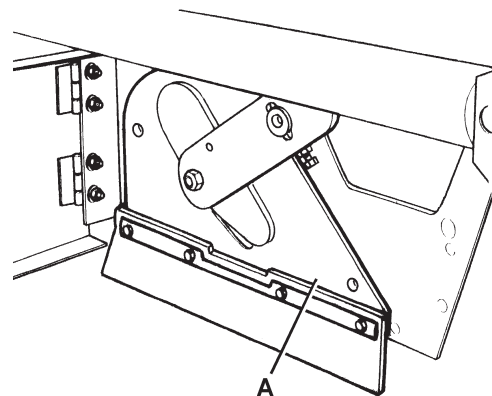
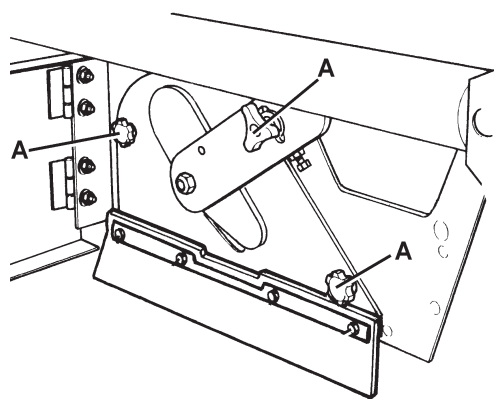

Figure 6
Figure 5
1. Amener la machine sur un sol plat et activer le frein de stationnement au moyen de la pédale (75) et du levier (68).
2. Tourner la clé de contact (69) sur "0", puis l'enlever.
3. Dégager le dispositif de retenue (8) et ouvrir le portillon droit (7).
4. Dévisser et enlever les pommeaux (A, Fig. 5).
5. Enlever le couvercle (A, Fig. 6) du logement du balai central.
10. Installer le couvercle (A, Fig. 6) du logement du balai central et visser les pommeaux (A, Fig. 5).
11. Fermer le portillon droit (7) et engager le dispositif de retenue (8).